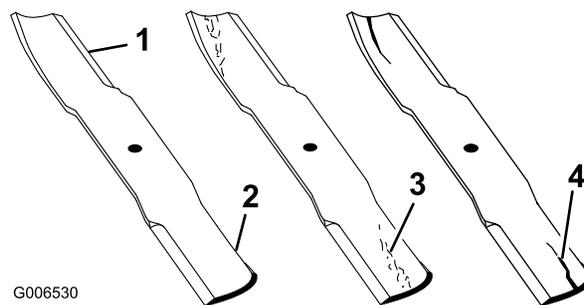

Figura 52
- Controllate i taglienti (Figura 52). Se i taglienti non sono affilati o mostrano delle tacche, togliete le lame e affilatele. Vedere Affilatura delle lame.
- Controllate le lame, in particolare l'area curva (Figura 52). In caso di danni, usura o scanalature in questa zona (Figura 52), montate immediatamente una nuova lama.